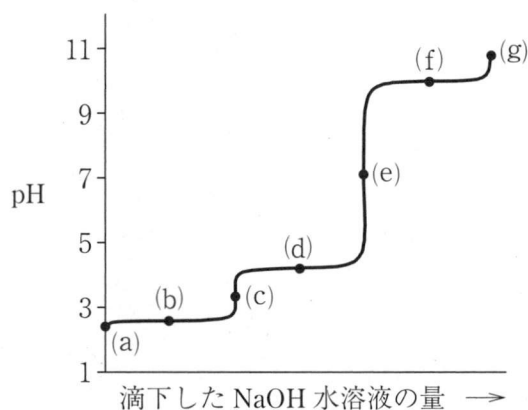

図 1
アスパラギン酸(化合物 A)の塩酸塩**の水溶液を水酸化ナトリウム水溶液で中和滴定をすると、図1のような滴定曲線が得られた。図中の(c), (e)で示した領域付近では、アスパラギン酸(化合物 A)は、それぞれ、主として、分子内に陽イオンの部分と陰イオンの部分の両方を含む構造として存在する。
問 6 (1) 図1の(a)~(g)の領域で緩衝液の状態にある領域すべてを記号で答えよ。